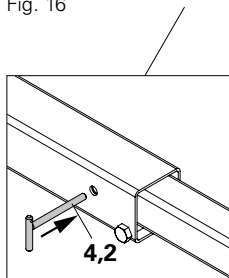

Fig. 16b
2. Estendere i bracci forca (4).
3. Fissare il braccio forca con il perno di bloccaggio. (Fig. 16b)